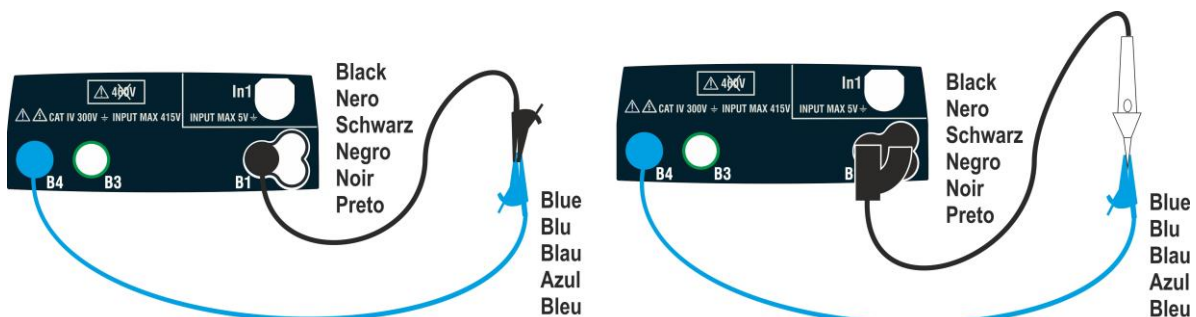

Fig. 12: Compensazione della resistenza dei cavi singoli e del puntale remoto
2. Connettere i coccodrilli e/o i puntali e/o il puntale remoto al conduttore in esame in accordo alla Fig. 12.